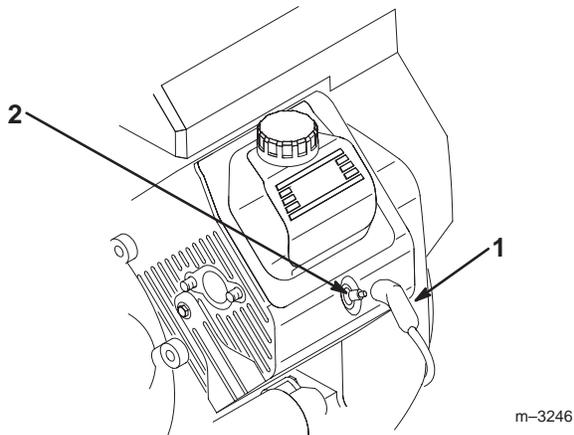

Bild 49
3. Ziehen Sie die Kerzenstecker ab (Bild 49).
3. Stecken Sie die Zündkerzenstecker wieder auf die Zündkerzen auf (Bild 49).